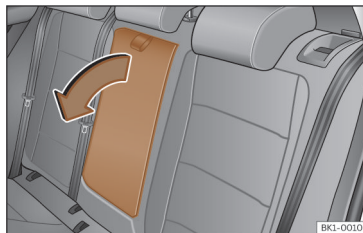

Fig. 106 Apoio de braços central traseiro rebatível (representação esquemática).
- Para *baixar* o apoio de braços, puxe o laço no sentido da seta >>> **Fig. 106.**